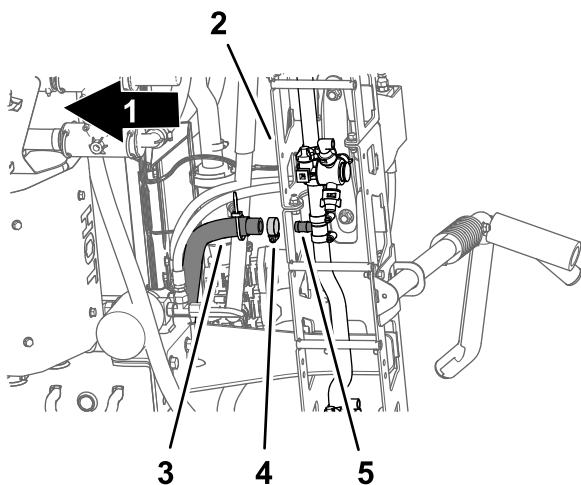

Рисунок 39
- Под средней секцией опрыскивателя снимите шланговый хомут, который крепит шланг подачи средней секции опрыскивателя к тройнику типа «елочка» (Рисунок 39).